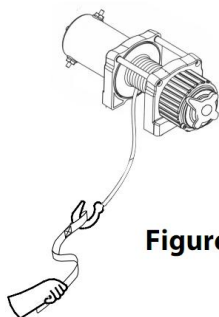

Figure 2
9. **UTILISEZ TOUJOURS LE PROTÈGE-MAIN** lorsque vous guidez le câble métallique vers l'intérieur ou l'extérieur. (Voir Figure 2).